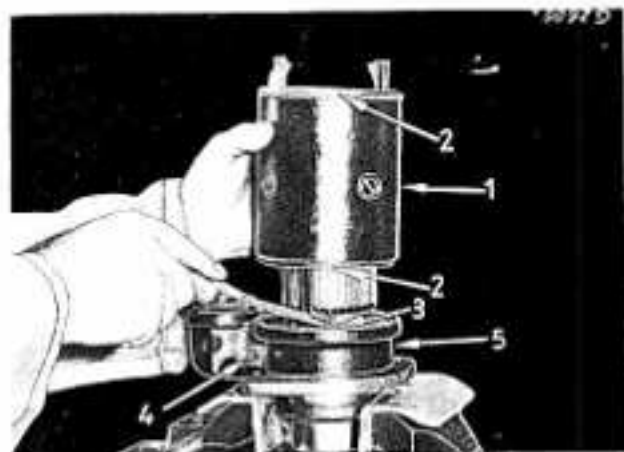

Bild 245
Polgehäuse abheben, Bild 245. Dann Schraube (4) entfernen.